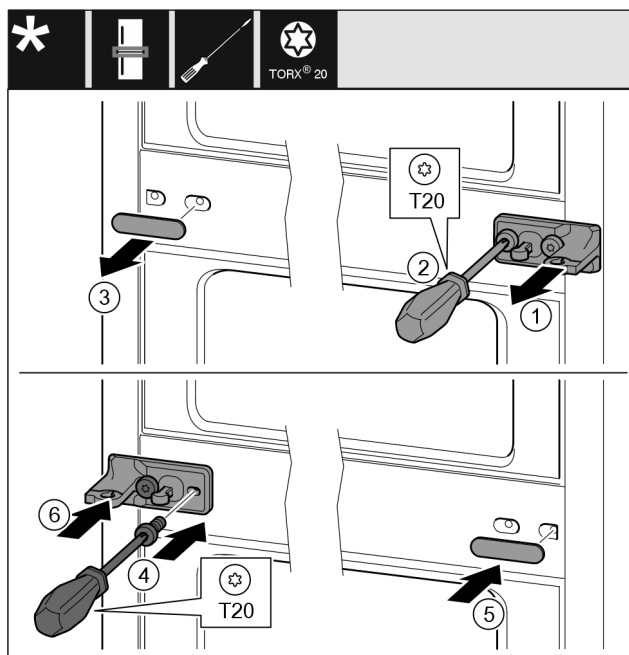

Fig. 29
- ▶ Húzza le az alátétet Fig. 29 (1).
- ▶ Tekerje ki a csavarokat Fig. 29 (2) csavarhúzóval.
- ▶ Óvatosan húzza le a fedelet Fig. 29 (3).
- ▶ Csavarozza fel szilárdan, 180°-kal elfordítva a csapágybakot a fóliával Fig. 29 (4) a másik oldalra.
- ▶ Szerelje fel a fedelet Fig. 29 (5) 180°-kal elfordítva a másik oldalra.
- ▶ Tolja fel az alátétet Fig. 29 (6) előlről.